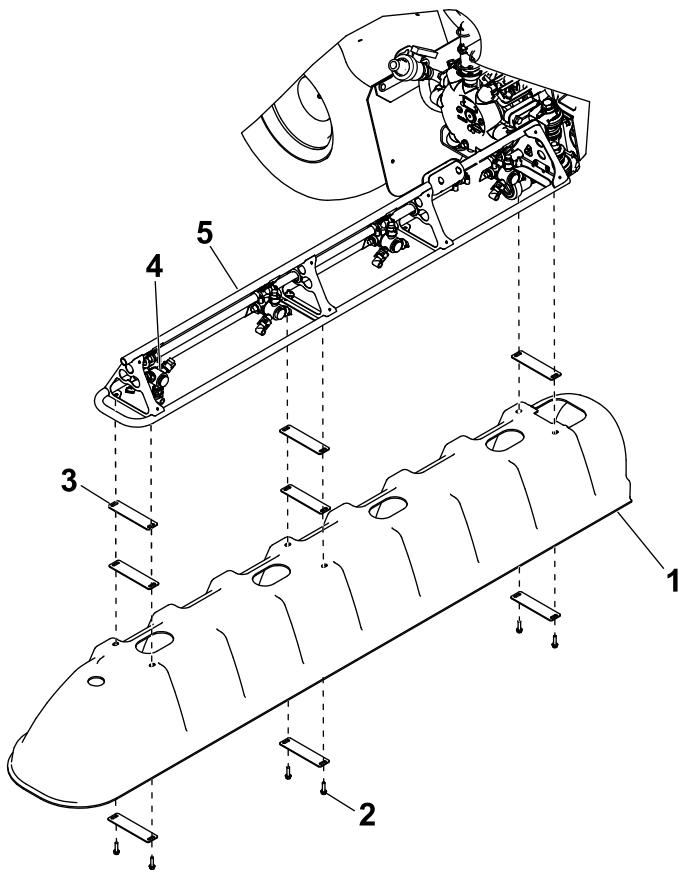

图10
2. 用8个垫片、6个六角头螺栓5/16 x 1-1/4 英寸和6个U形螺母安装其中一个侧翼喷洒臂护罩图10。
注意 在外部喷洒臂护罩与外部喷洒臂段的桁架框架之间安装额外的垫圈板根据需要增加护罩之间的空隙。请参阅 图10。